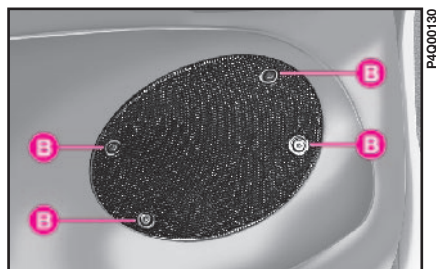

fig. 88
- **fig. 88** haut-parleur droit.